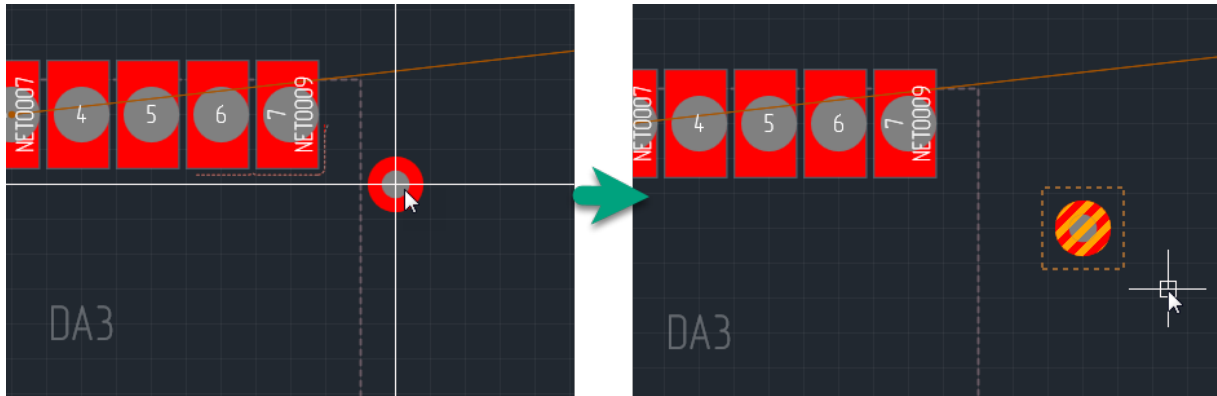

Рис. 150 Переходное отверстие размещено
3. Перевести курсор в нужную точку рабочей области редактора и нажать левую кнопку мыши. Переходное отверстие будет размещено в указанной точке, см. Рис. 150.